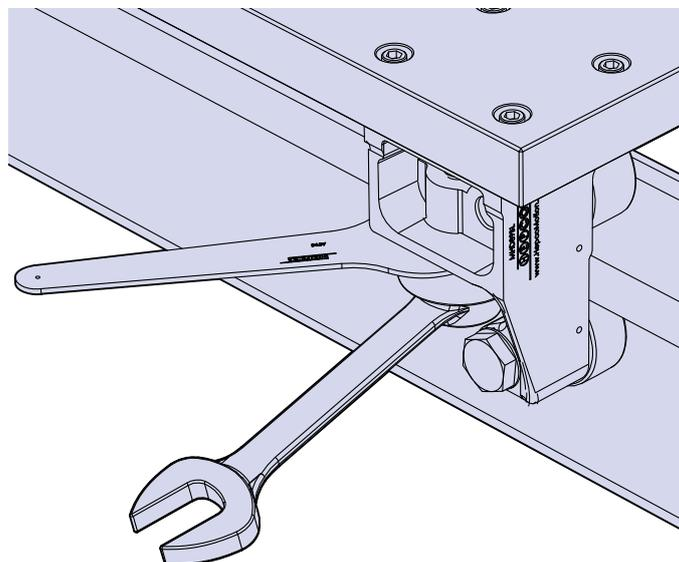

Abb. 5
18. Die seitlichen Exzenterlager [Position 6] der einstellbaren Lagerblöcke werden auf folgende Weise (siehe Abb. 5) eingestellt: Die Befestigungsschraube [Position 9] mit einem handelsüblichen Gabel- oder Ringschlüssel der Schlüsselweite 41 so lösen, dass die Exzenterbuchse [Position 8] mit dem Hepco AT-95 Einstellschlüssel (SW40) mit leichtem Widerstand drehbar ist. Diese Exzenterbuchse solange im Uhrzeigersinn drehen bis das Lager gerade so die Lauffläche der Schiene berührt. Die Befestigungsschraube wird mit einem Drehmomentenschlüssel auf ca. 250 Nm angezogen, dabei muss die eingestellte Position der Exzenterbuchse mit dem AT-95 Einstellschlüssel festgehalten werden. Anschließend die Einstellung per Hand durch Drehen des Lagers überprüfen. Das Lager muss sich so gerade noch gegen die Schiene verdrehen lassen. Ist dies nicht der Fall, bitte den Schritt 18 erneut durchführen.